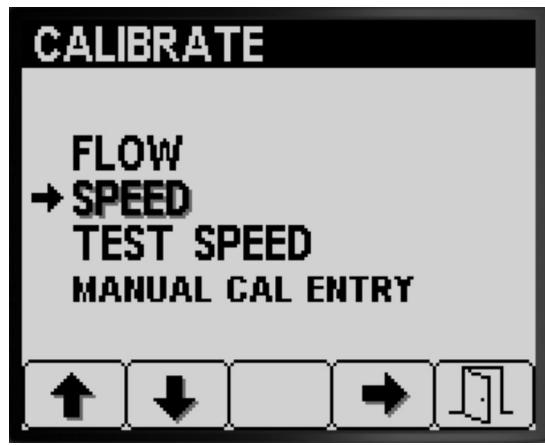

Figura 60
1. Prima os botões 1 ou 2 no submenu CALIBRAÇÃO para navegar para a opção VELOCIDADE (Figura 60).
2. Prima o botão 4 para selecionar a opção Calibração da velocidade (Figura 60).